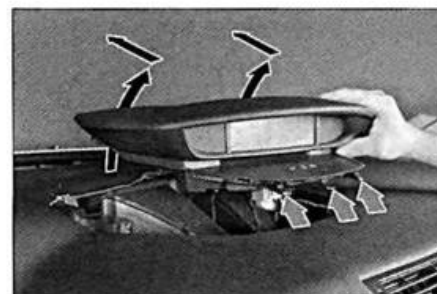

FIG. 38
- Desmontar el cuadro de instrumentos centra desengrapándolo primero por el lado parabrisas y empujándolo para separar las 3 lengüetas de sujeción (flechas verdes) (fig. 38).